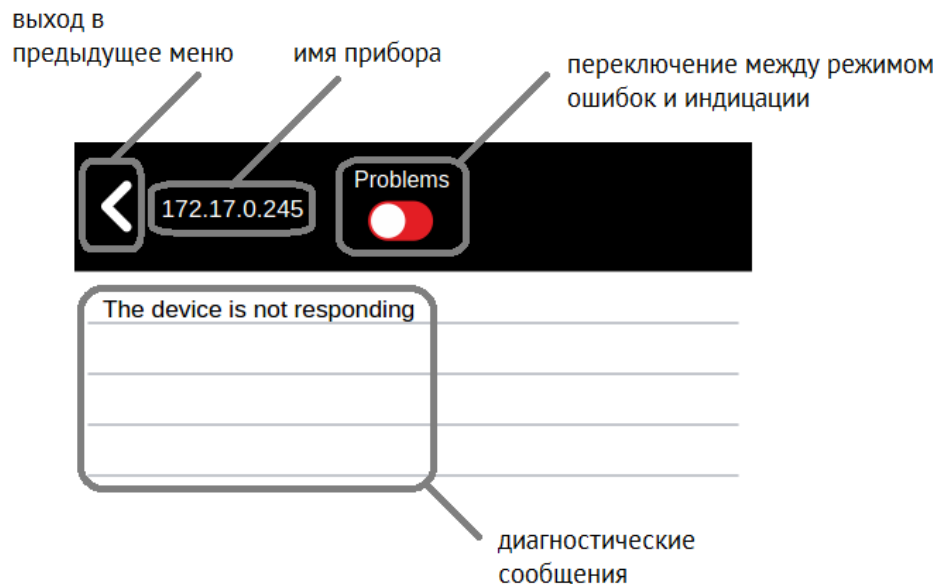

Рисунок 5.5. Третий уровень меню, сведения о РМУ «172.17.0.245».
Для перехода на третий уровень – выбираем интересующее устройство (например, 172.17.0.245); должно появиться следующее изображение (рис. 5.5):
- переключатель в левом положении («Problems»; подсвечивается красным фоном) – в этом режиме ЭНМИ будет отображать данные об ошибках опрашиваемого устройства. Также в этом разделе можно квитировать ошибку устройства: при выполнении данного действия ошибка не учитывается в счетчике ошибок (см. рис. 5.5);